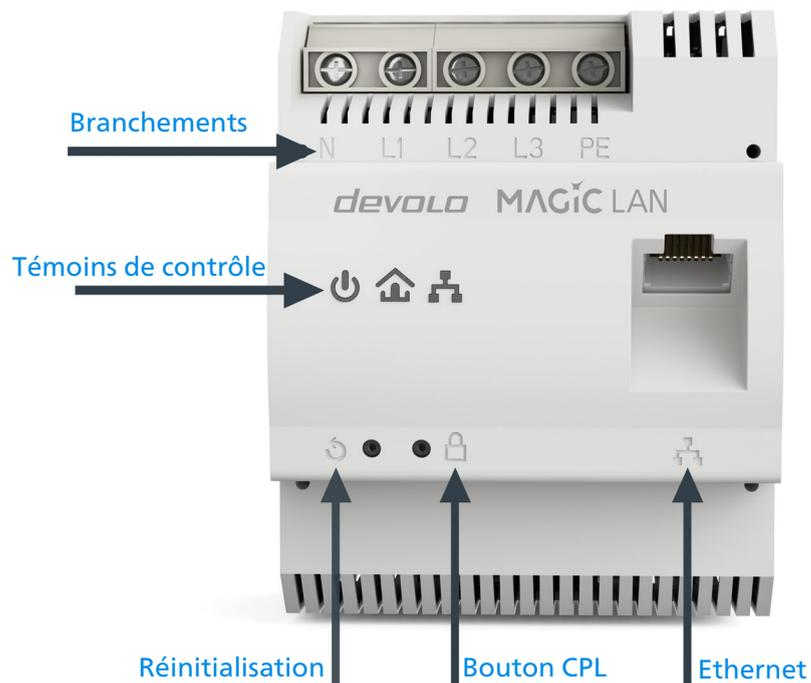

Fig 2
Vous raccordez ici les conducteurs de courant avec les arrivées correspondantes (fig. 2).
Le devolo Magic 2 LAN DINrail est relié au point d'accès Internet via un câble Ethernet (fig. 2)
Power (fig 2)
CPL (fig. 2)
Ethernet (Fig. 2)
- ou par l'intermédiaire du **bouton CPL** (fig. 2)
Une pression sur le bouton de réinitialisation (fig. 2) déclenche un redémarrage de l'appareil. Les DEL s'éteignent en parallèle.